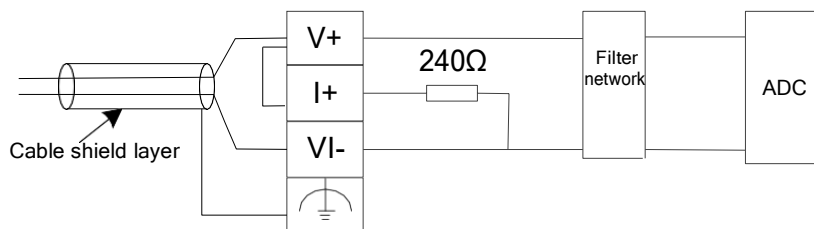

Рисунок 5.16 Подключение входа по току
- Для входа по току подключите клеммы V+ to I+ VI-, как показано на рисунке Рисунок 5.16, и убедитесь, что токе на входе находится в пределах диапазона.